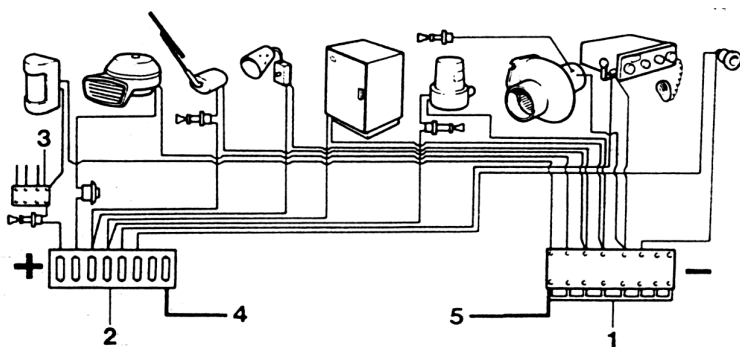

Fig 73. Exempel på inkoppling av el. utrustning
2. Extra utrustning (anslutes till punkt 4 fig 73)
3. Anslutes till motorns gods eller punkt 5 fig 73
Som extra strömuttag dras separat kabel till en extra kopplingsplint, till vilken utrustningen ansluts. Se fig 73. Alla elektriska tillbehör skall anslutas via säkringar. Sprid belastningen över säkringarna så att den elektriska utrustningen kan fungera med god säkerhetsmarginal.
Samtliga minuskablar kan dragas till en separat kopplingsplint, vilken i sin tur skall anslutas till batteriets minuspol eller motorns gods. Se fig 73.
| 2. Laddningsregulator     | 8. Extra utrustning (anslutes till punkt 4, fig 73) |
I de fall där flera strömkrävande tillbehör används (se exempel fig 73) är det lämpligt att installera ett extra batteri. Batterierna kopplas så att det ena används enbart för start av motorn och det andra för extrautrustningen.